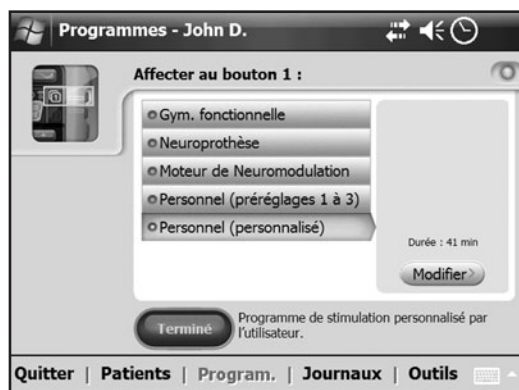

Figure 8-32 : Fenêtre Affecter au bouton 1.
1. À partir de la fenêtre Affecter au bouton 1 ou Affecter au bouton 2, sélectionnez **Personnel (personnalisé)** et appuyez sur **Éditer**. Reportez-vous à la Figure 8-32.